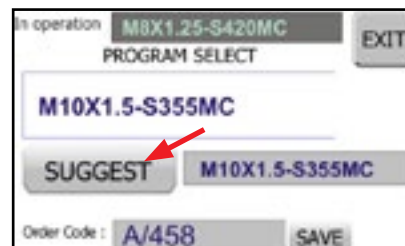

FIG. 6
- Premere il tasto "Suggest" (Fig. 6). Il programma suggerito verrà ora visualizzato nella casella a lato del tasto SUGGEST e sul display del pannello di controllo della maschiatrice. Oltre al programma è possibile comunicare all'operatore il numero di commessa digitandolo nella casella "Order code" (Fig. 6), seguito dal tasto SAVE